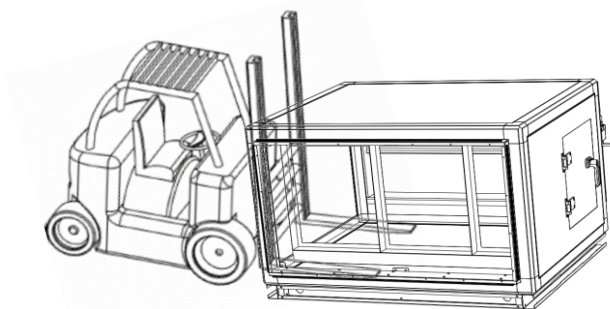

图 3.1 机组水平搬运方法示意
- 机组在平整的地面搬运时推荐使用叉车方式运输，详见图3.1。叉车应该作用于机组底座或木架，避免损坏机组。